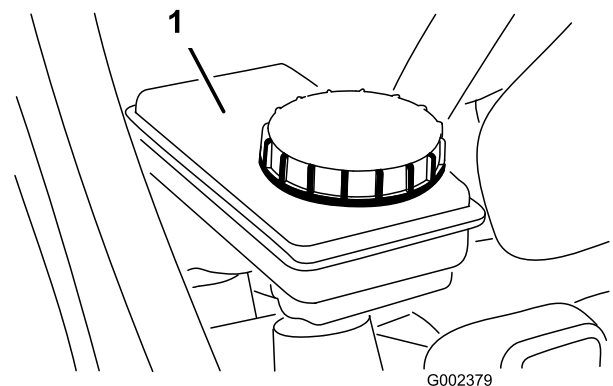

Bild 23
2. Der Flüssigkeitsstand sollte die Volllinie am Behälter erreichen (Bild 23).